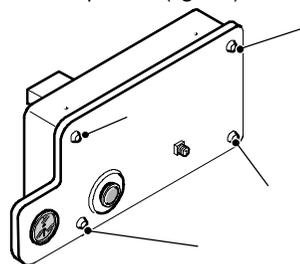

fig. 5.3
- Togliere le quattro viti del pannello comandi e rimuovere il coperchio (fig. 5.3).